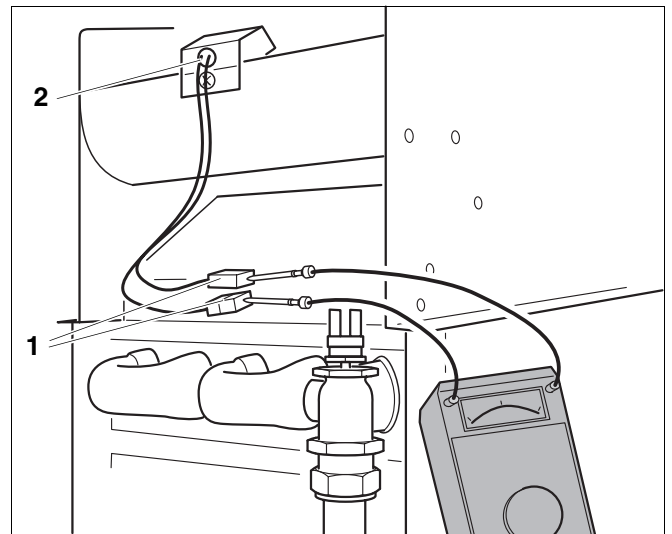

Fig. 6 Verificarea senzorului pentru gaze de evacuare
- Se desface conectorul (Fig. 6, Poz. 1) al cablului de la senzorul de gaze de evacuare. Atenție; cablul nu trebuie să atingă masa.
- Se lasă să se răcească senzorul de gaze de evacuare (Fig. 6, Poz. 2) (temperatura de comutare 70° C).